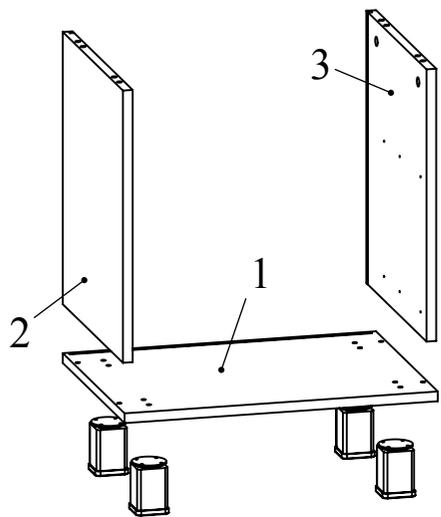

Рис.4
5. Прикрепить при помощи конфирматов 7x50 опоры ко дну 1 (Рис. 4).
6. Соединить при помощи конфирматов 7x50 дно 1 с боковинами 2, 3 (Рис. 4).